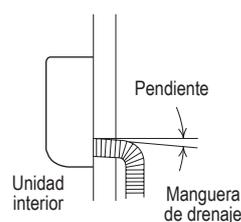

Fig. 5-35
- a) La manguera de drenaje debería estar inclinada hacia abajo en la dirección del exterior. (Fig. 5-35)